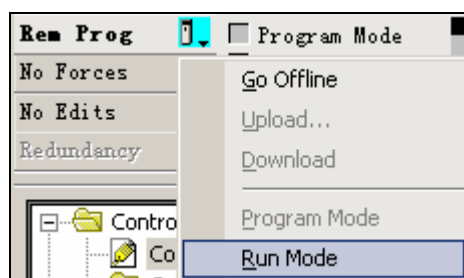

图 3-103 设为运行模式
50. 将处理器设置为 RUN (运行) 模式。可通过手动调节处理器上的钥匙位置。也可通过 RSLogix5000 软件 (此前钥匙位于 Remote) 设置, 如图 3-103 图所示。